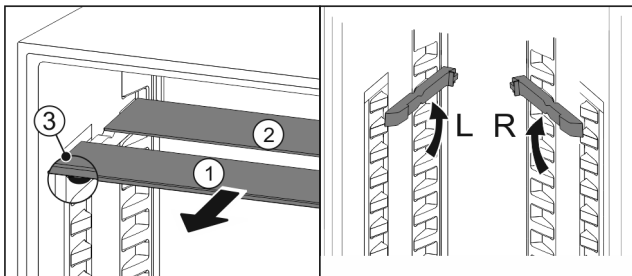

Fig. 27
- ▶ Издърпайте Fig. 27 (1) поотделно стъклените плочи напред.
- ▷ Стъклената плоча Fig. 27 (1) с декоративната лайсна е отпред.
- ▷ Ограничителите Fig. 27 (3) сочат надолу.